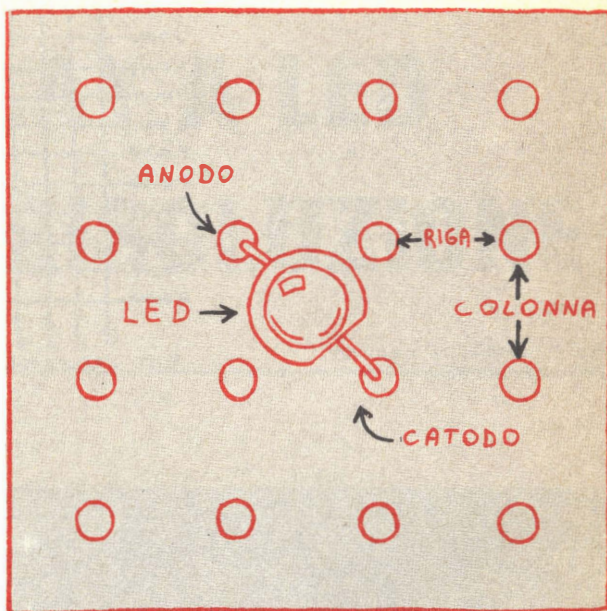

Fig. 3 - Orientamento di un LED del complesso.
- Si installi una colonna di dieci LED per volta, accertandosi che i diodi stessi siano orientati come illustrato nella *fig. 3*. Il
Funzioni degli amplificatori operazionali - Nella fig. 3 è illustrato il principio fondamentale dell'amplificatore operazionale; in tale circuito, la tensione d'uscita (V_{OUT}) è pari al valore che si ottiene moltiplicando la resistenza di controreazione (R_F) dell'amplificatore per la tensione in entrata (V_{IN}), e dividendo il risultato per la resistenza d'entrata (R_{IN}). Algebricamente, tale calcolo si esprime nel modo seguente: $V_{OUT} = -R_F V_{IN} / R_{IN}$. Questa semplice relazione, o funzione di trasferimento, significa che un amplificatore operazionale può sia moltiplicare sia dividere. Se R_{IN} è pari a 1 Ω , l'amplificatore operazionale moltiplicherà la tensione d'entrata per la resistenza di controreazione. Parimenti, se la tensione d'entrata ha il valore costante di 1 V, l'amplificatore operazionale dividerà la resistenza di controreazione per la resistenza d'entrata.